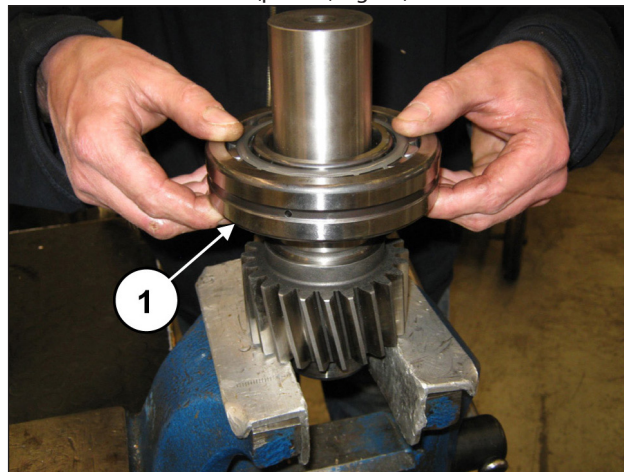
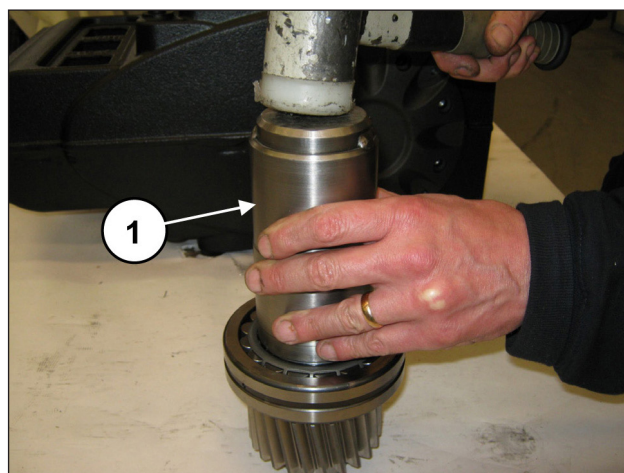

Fig. 81
Fig. 82
Dall'altro lato del pignone premontare il cuscinetto  $55 \times 120 \times 29$  (pos. ①, Fig. 81) posizionandolo fino a battuta utilizzando l'attrezzo cod. 27604800 (pos. ①, Fig. 82).